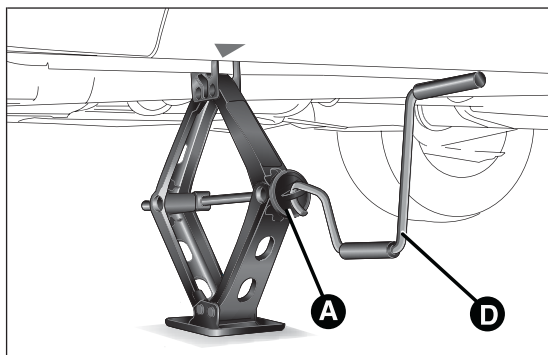
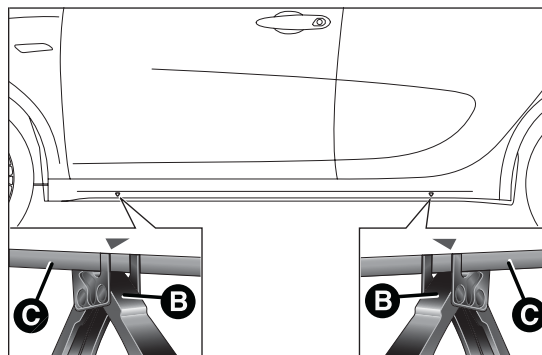

fig. 114
fig. 115
- ❑ actionner le dispositif A fig. 114 de façon à détendre le cric jusqu'à ce que la partie supérieure B fig. 115 s'insère correctement sur le longeron C (au niveau du signe repris sur le longeron) ;
- ❑ introduire la manivelle D fig. 114 dans le logement sur le dispositif A, actionner le cric et soulever la voiture, jusqu'à ce que la roue se soulève du sol de quelques centimètres ;